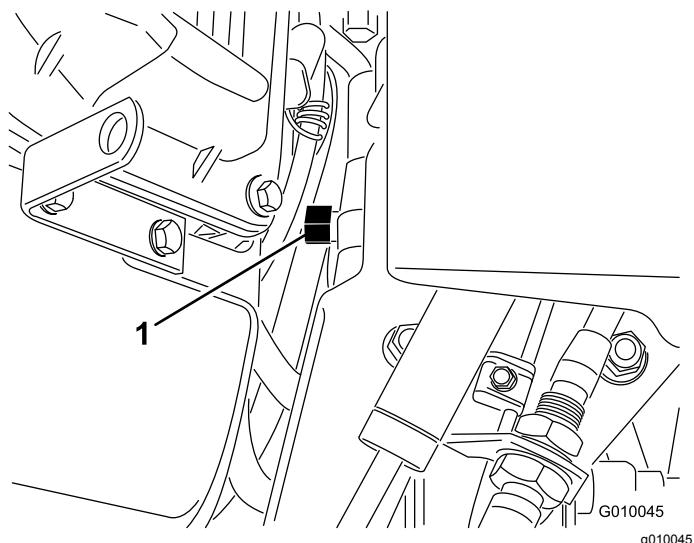

Figura 31
2. Localice la válvula de desvío, situada entre el motor y la bomba hidrostática (Figura 31).
3. Usando una llave de  $\frac{5}{8}$ ", gire la válvula de desvío una vuelta en sentido antihorario. Esto permite que el fluido hidráulico se desvíe alrededor de la bomba, dejando que las ruedas giren (Figura 31).
5. Para volver a poner en funcionamiento el aireador, gire una vuelta la válvula de desvío en sentido horario (Figura 31).